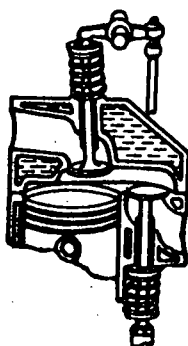

Fig. 4
- A árvore de comando de válvulas, os tuchos e as válvulas de escapeamento, estão colocadas no bloco e os balancins e as válvulas de admissão no cabeçote (fig. 4).